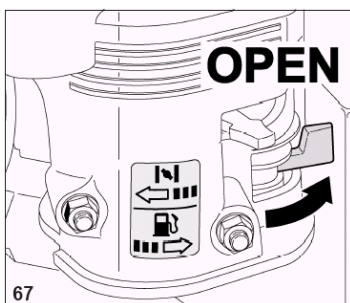

Рис.12
4. Перевести рычаг подачи топлива в положение "OPEN" (против часовой стрелки) (рис.12).